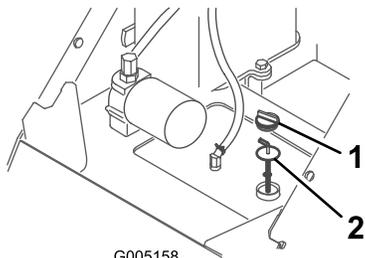

Figure 35
4. Nettoyez la surface autour du goulot de remplissage du réservoir hydraulique (Figure 35).
5. Enlevez le bouchon du goulot de remplissage et vérifiez le niveau de liquide sur la jauge (Figure 35).